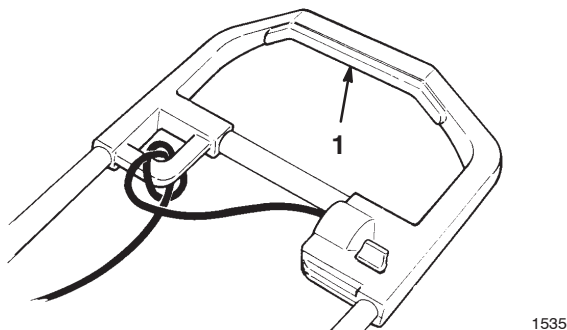

Figure 9
1. Pour démarrer le rotor, serrez la barre de commande (Fig. 9).